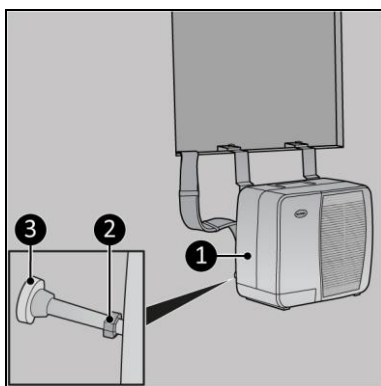

Figure 7
4. Assurez-vous que l'unité extérieure (figure 7, pos. 1) est bien droite en serrant l'écrou (figure 7, pos. 2) sur le boulon de réglage. Assurez-vous que l'amortisseur (figure 7, pos. 3) est placé verticalement.